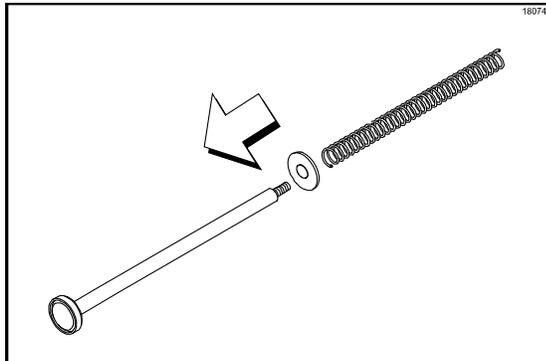

図88
3. プランジャーアセンブリーにワッシャーとスプリングを取り付けます(図88を参照)。